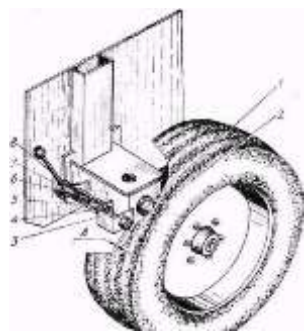

Рис. 15. Тормоз колеса; 1 - шток; 2 - болт ступица колеса; 3, 5, 6 - пружина; 4 - труба тормоза; 7 - шайба; 8 - рукоятка. А = 3 - 5 мм
**10. Отрегулировать стояночный тормоз (рис. 15) установить зазор 3 - 5 мм между штоком 1 и головкой болта 2 ступицы колеса при верхнем (выключенном) положении рукоятки 8, для чего между пружиной 6 и рукояткой поставить шайбы 7 диаметром 30—32 мм и толщиной 2—3 мм.**